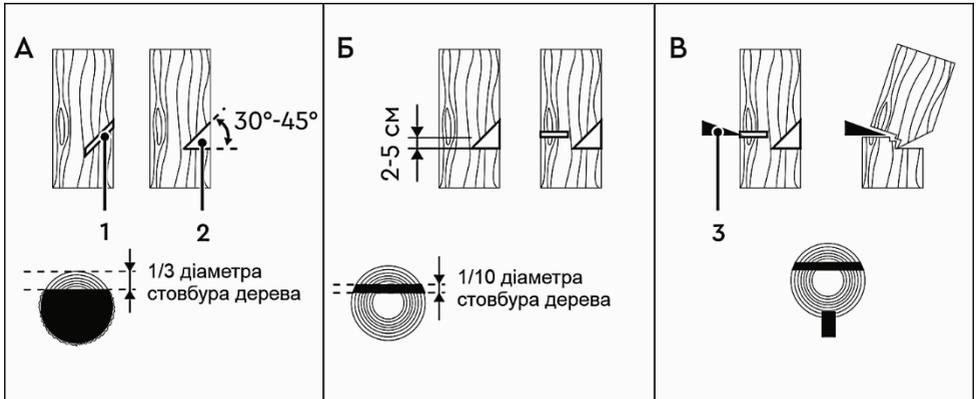

Рисунок 9
4.7.4 Виконання пропилів (рисунок 9)
Почніть пиляти дерево з того боку куди воно має впасти (1, рисунок 9-A).
Зробіть клиновидний пропил (2, рисунок 9-A) під кутом 30-45°, глибина якого приблизно дорівнює 1/3 від товщини стовбура.
Валочний розпил (рисунок 9-Б) зробіть із протилежного боку від клиновидного пропилю, помістивши зубчастий упор бензопили на стовбур на 2-5 см вище нижнього краю клиновидного пропилю. Завершіть пиляння тоді, коли до внутрішнього краю клиновидного пропилю залишиться близько 1/10 діаметра стовбура. Коли робите валочний розпил, не намагайтеся пропиляти стовбур наскрізь до клиновидного пропилю.
Частина стовбура, яка залишилася непропиленою, буде направляти його в необхідний бік. Коли дерево почне падати, зупиніть роботу бензопили та негайно відійдіть у безпечну зону. Якщо дерево не почало падати, необхідно забити клин (3, рисунок 9-В), після чого дерево почне падати в сторону клиновидного пропилю.